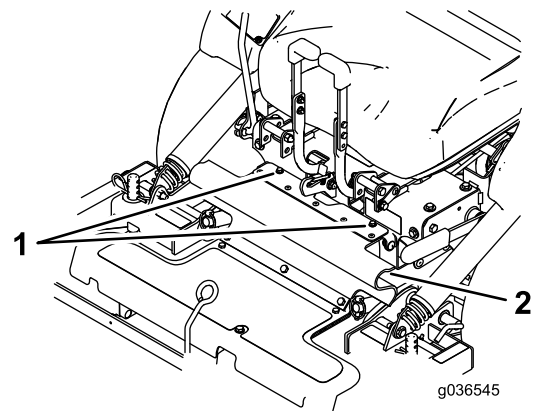

Figura 77
7. Afloje los pernos de sujeción del protector de goma (Figura 77).
7. Alinee la parte superior del protector de goma, y sujétela con los pernos de sujeción (Figura 77).